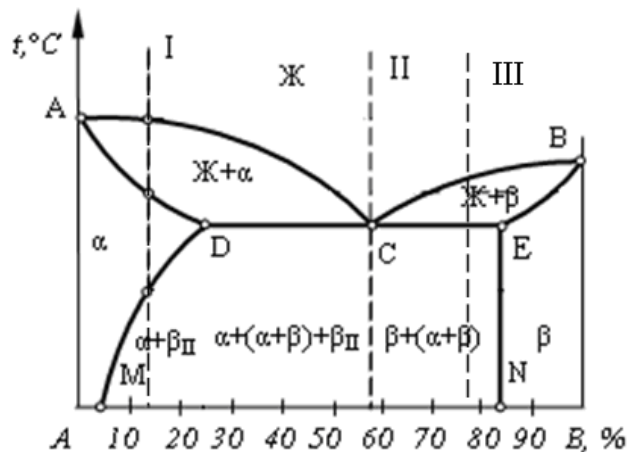

Рис. 4
54. Сплав, лежащий левее точки *C* называются (рис. 4):